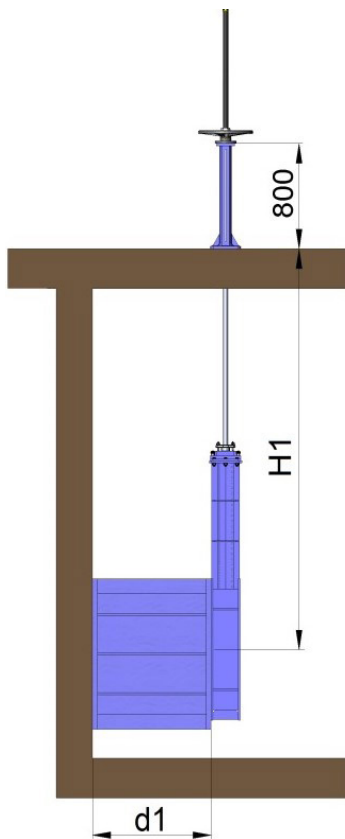

fig. 12
- Стандартна підлогова стійка має висоту 800 мм (рис. 12).